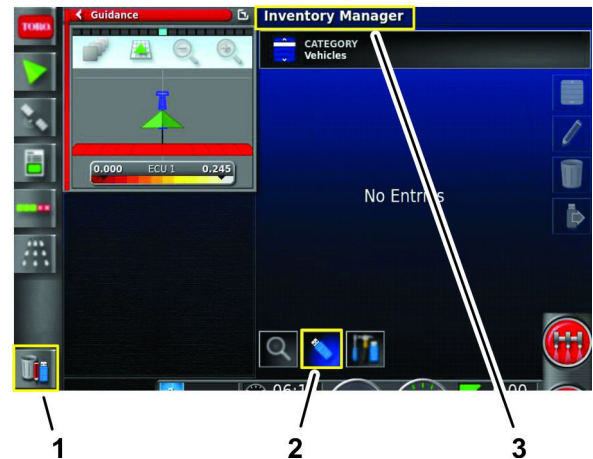

Figura 102
3. Pulse el icono Administrador de inventario (Figura 102).
4. Si el título situado en la parte superior de la pantalla indica Administrador de inventario, pulse el icono Cambiar vista (Figura 102).